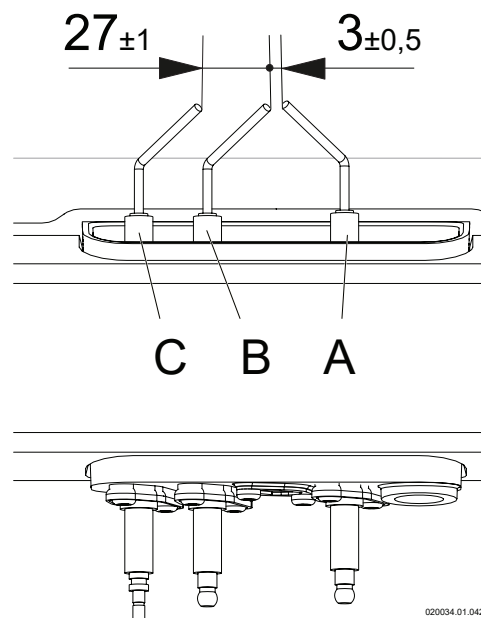

Figura 8-17 - Distanza in mm tra gli elettrodi
- 2.- verificare che la distanza fra gli elettrodi di accensione "A" e "B" sia di 3 mm (Figura 8-17);
- 3.- verificare che la distanza fra l'elettrodo di accensione "B" e l'elettrodo di rilevazione "C" sia 27 mm (Figura 8-17);